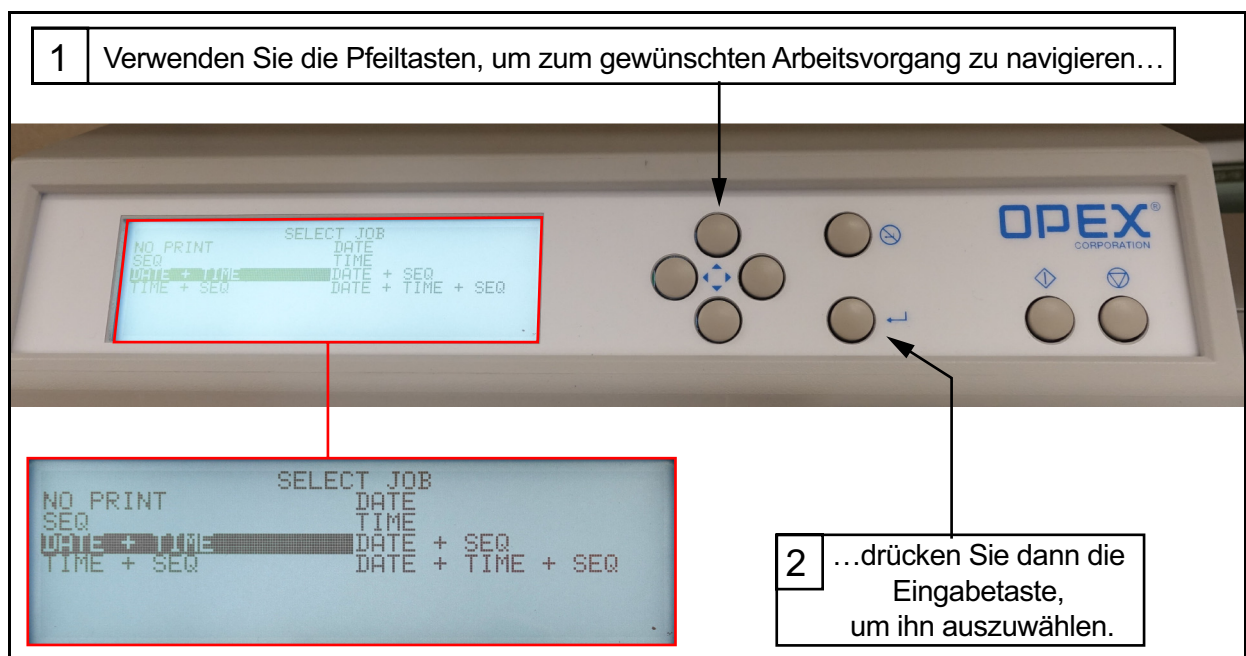

Abbildung 4-9: Datum und Uhrzeit des Arbeitsvorgangs auswählen
7. Wählen Sie einen Arbeitsvorgang, indem Sie ihn mit den **Pfeiltasten** hervorheben und drücken Sie die **Eingabetaste** (Abbildung 4-9).